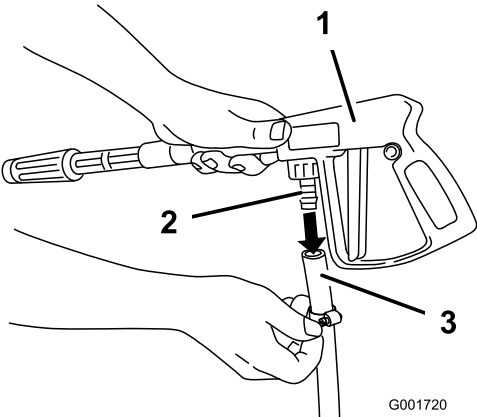

Figure 19
- Connectez l'extrémité libre du long flexible au raccord du pistolet pulvérisateur (Figure 19).